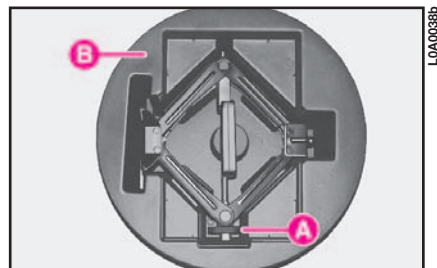

fig. 7
8) Svitare a mano la manopola **A** (fig. 7) del cric e sfilarlo dal contenitore **B**.